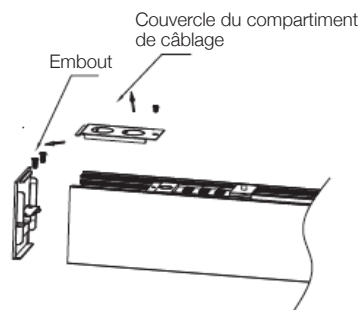

Fig. 1
1. Retirer la vis pour libérer le couvercle du compartiment de câblage et retirer les vis pour enlever les embouts (Fig. 1).